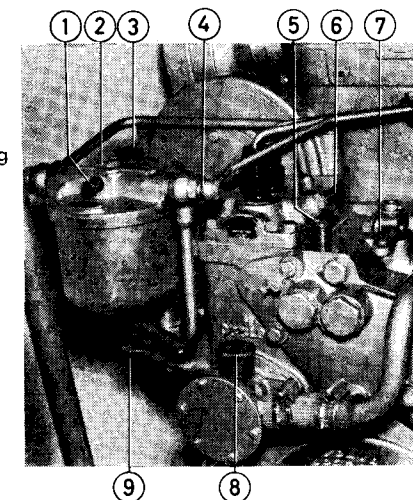

Fig. 4. Insprutningsutrustning
För att underlätta start vid kall väderlek är insprutningspumpen för sedd med en köldstartanordning. Denna kopplas till genom att trycka ned ett reglage vid pumpens framkant, se (5) fig. 4.